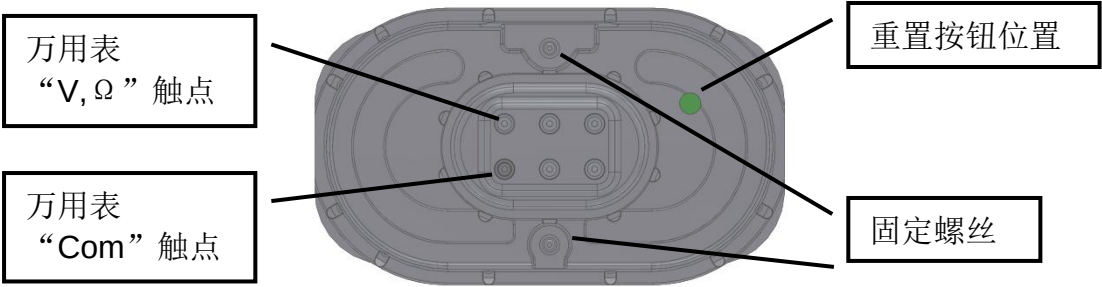
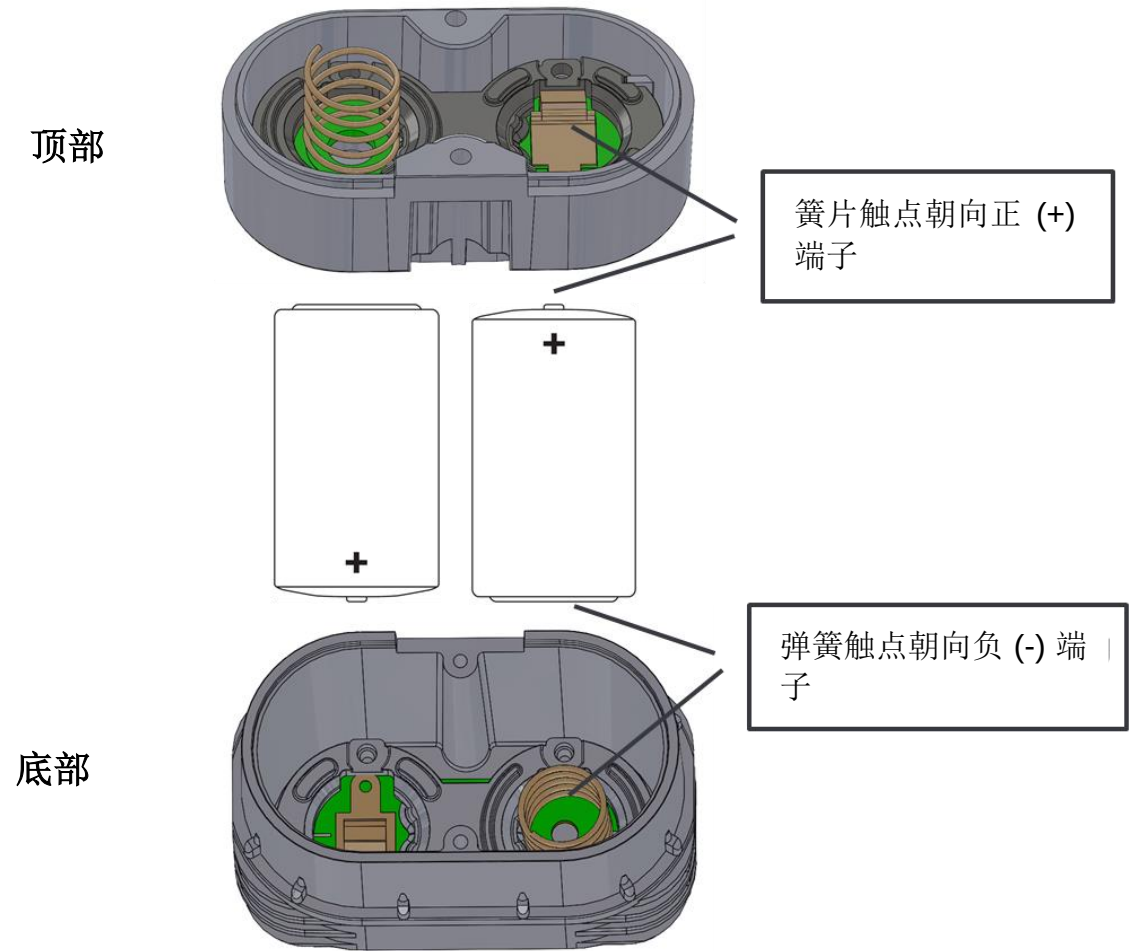

图 5-2： 电池组底部视图。万用表的正确连接。
图 5-3： 电池组顶部和底部
- 松开两个电池组安装螺钉（梅花螺丝刀 T10），请见图 5-2。请注意，弹簧弹力很大，因此在拧开时，应握牢电池组。
- 将两个电池放在电池组中，簧片触点朝向正 (+) 端子，弹簧触点朝向负 (-) 端子，请见图 5-3。
- 按下电池组上的按钮，请见图 5-2（该按钮位于电池组上一个孔的后方，可通过笔尖按下）。这将通知气体检测仪新电池已就位，并重置电量计数器。请注意，只有 3.0 或更高版本固件的气体检测仪才能识别此按钮操作。如果有关检测仪包含较旧的固件版本，或者您不确定检测仪的固件版本，请联系 GasSecure。
通过将万用表连接到端子来测量电池组的电压，如图 5-2 所示。额定电压为 +7.2 V。不允许电压低于 +7.0 V 及高于 +7.8 V。检查电池方向是否正确（请见图 5-3），以及测量电压是否超出允许的范围。